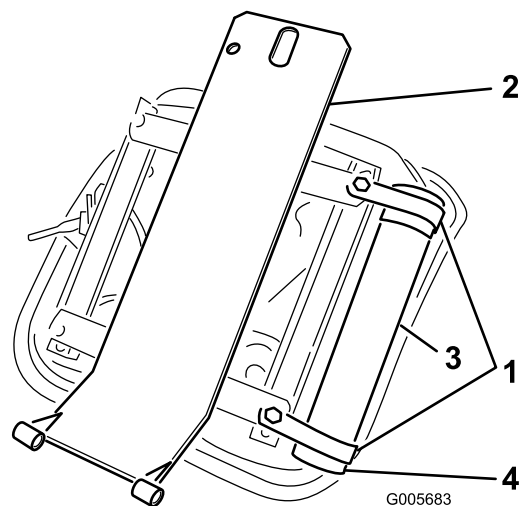

Figura 7
1. Desaperte ligeiramente (2) grampos R do lado direito da parte de baixo do banco com 2 parafusos de capa e anilhas planas fornecidos no kit (Fig. 6). Instale o tubo manual nos grampos R e aperte os parafusos de capa (Figura 7).